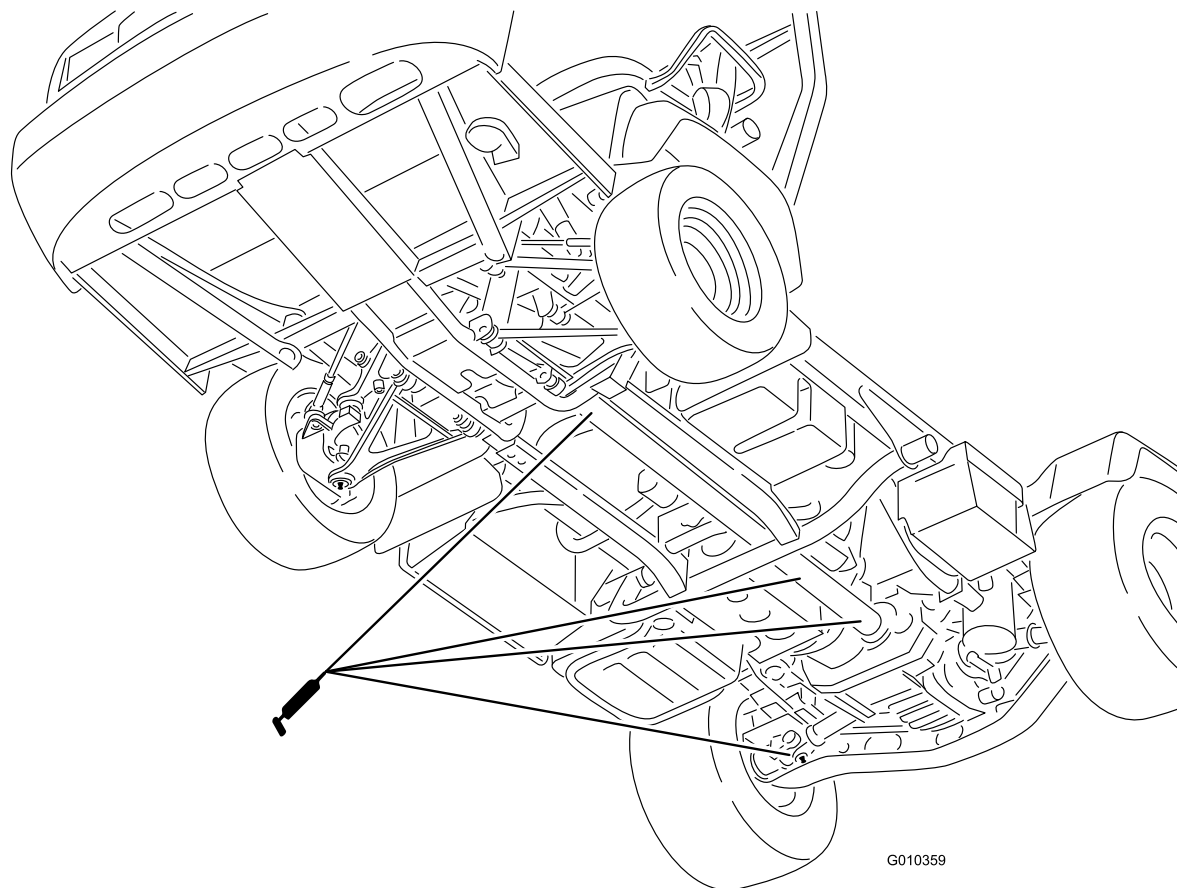

Figura 31
- Articulación en U (18); consulte Figura 31
- Eje de tracción a 4 ruedas (3); consulte Figura 31